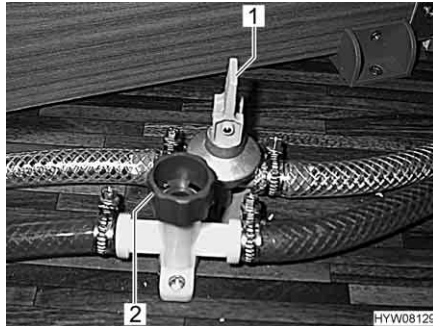

Fig. 142 Robinets de vidange
- Fermer tous les robinets de vidange pour chauffe-eau. Pour cela, mettre le levier à bascule (Fig. 142,1) à l'horizontale et faire tourner le capuchon (Fig. 142,2) dans le sens des aiguilles d'une montre.
- Ouvrir tous les robinets de vidange pour chauffe-eau. Pour ce faire, placer le levier à bascule (Fig. 142,1) à la verticale et faire tourner le capuchon (Fig. 142,2) dans le sens inverse des aiguilles d'une montre.